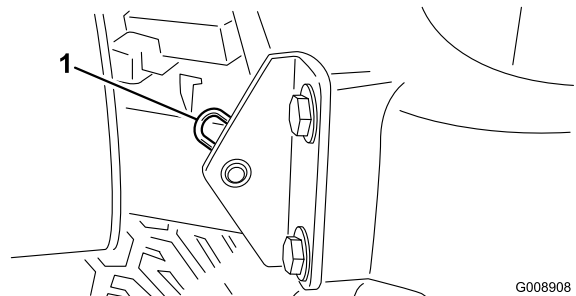

Figure 43
2. Retirez la goupille fendue qui fixe le pivot de capot aux supports (Figure 43).